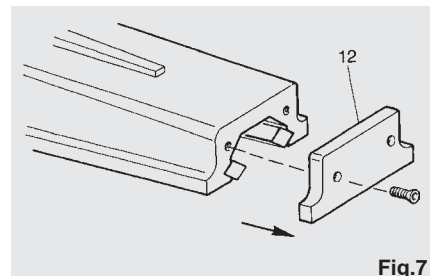

Fig.7
Quitar la tapa (12) en la parte terminal del brazo (ver fig. 7).